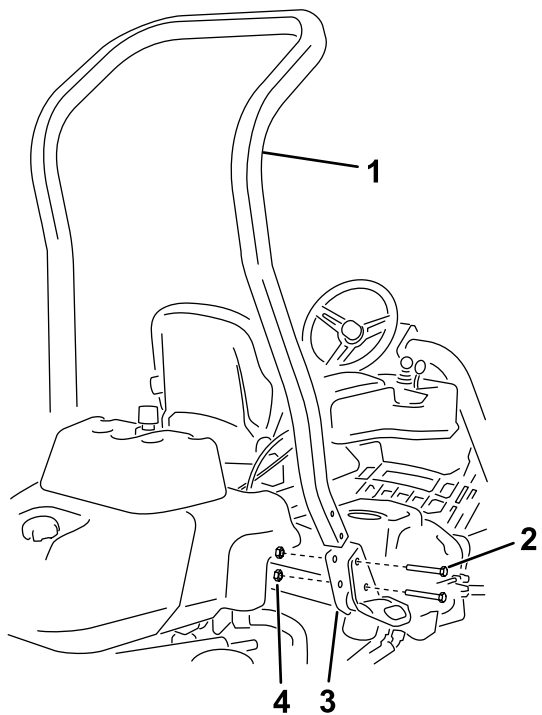

Figure 3
3. Utilisez 4 boulons (1/2" x 3-3/4") et 4 écrous à embase (1/2") pour fixer l'arceau de sécurité dans les supports du système ROPS de chaque côté de la machine, comme montré à la Figure 3.